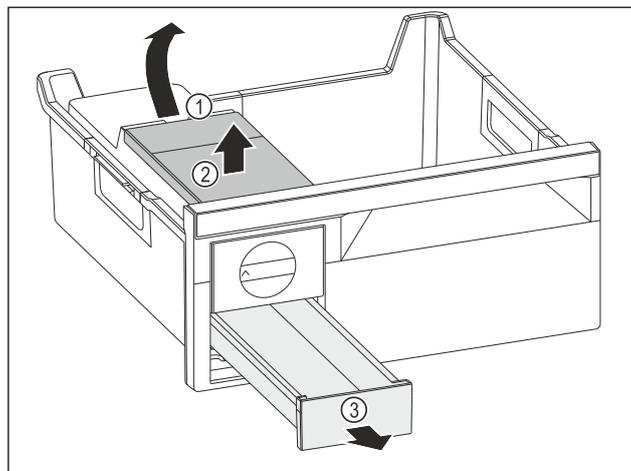

Fig. 140
- ▶ Odobratie nádržky na vodu: Nádržku na vodu nadvihnite za vybranie Fig. 140 (1).
- ▶ Nádržku na vodu Fig. 140 (2) odoberte smerom nahor.
- ▶ Zásuvku na kocky ľadu Fig. 140 (3) odoberte smerom nahor.